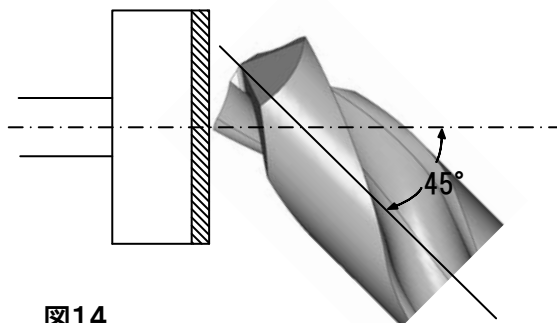

図14
- ・ドリル(ワークヘッド)の旋回角は、図14のように 45° とし、チャンファーの角度がドリル軸から 45° になるようにします。